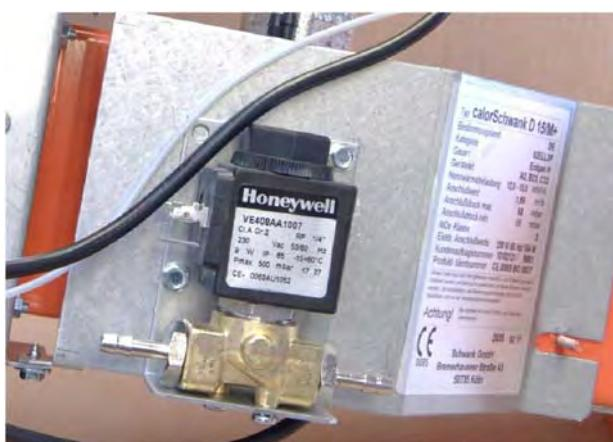

Рисунок 6.4.3
2. 2/2-ходовой клапан закрепить на крепежной пластине с помощью 2 винтов M4, при этом соединительная втулка с отверстием 0,6 мм должна быть в правой части (см. рисунок 6.4.3, 6.4.4).